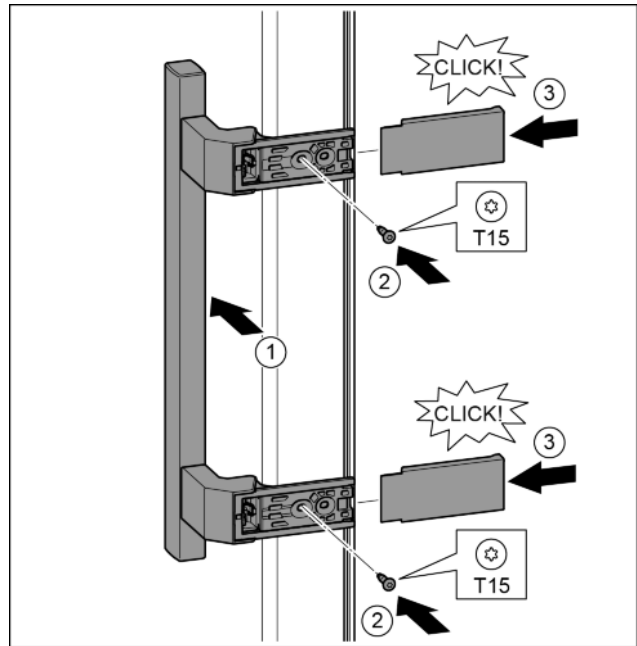

Fig. 39
- ▶ Griff auf der Gegenseite ansetzen. *Fig. 39 (1)*
- ▶ Schrauben mit Schraubendreher T15 festschrauben. *Fig. 39 (2)*
- ▶ Abdeckungen seitlich ansetzen und aufschieben. *Fig. 39 (3)*